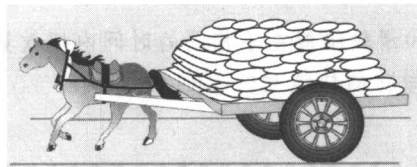

图 9-22
1. 图 9-22 中, 马拉着质量为 2 000 kg 的车, 在水平公路上前进了 400 m。马的水平拉力为 750 N, 求重力对马车做的功和马的拉力对车做的功。